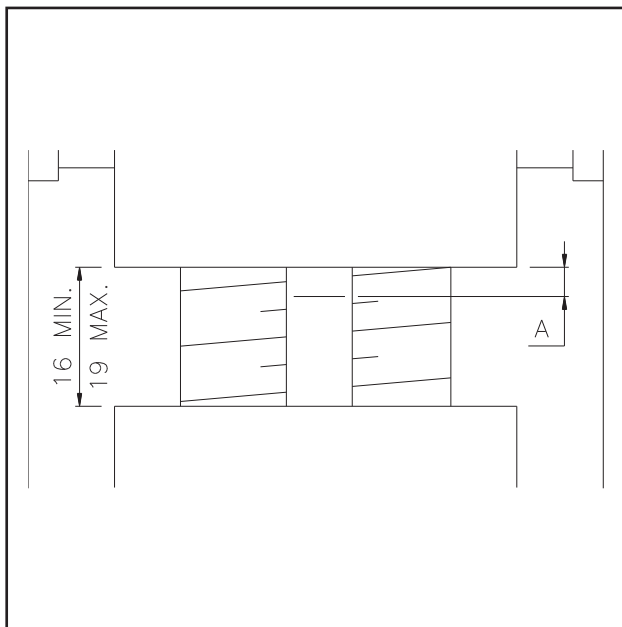

Fig.56 Abb.56
- check dimension in Fig.56: For optimal operating conditions ensure $A = 2 \text{ mm.}$
- Contrôler la cote A (Fig. 56) Si $A=1,5$ mm: écrou en parfait état
- Die Maß auf Abb. 56 kontrollieren: wenn $A=1,5$ mm, man hat die besten Arbeitsbedingungen.